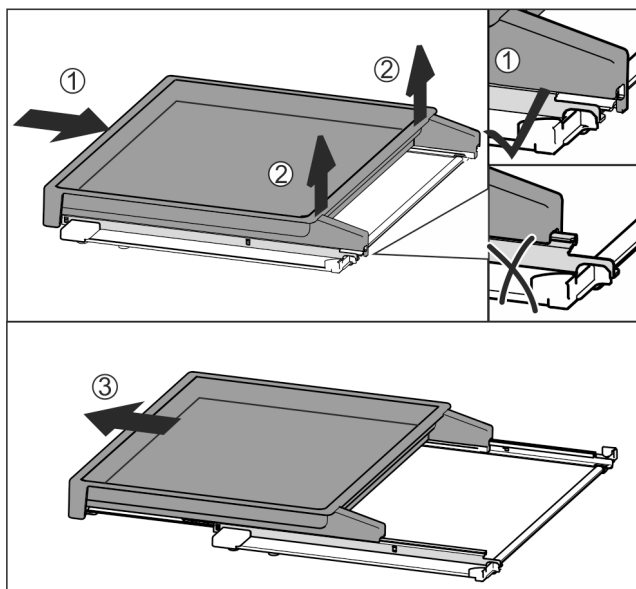

Fig. 40
- ▶ Insérer complètement la bordure télescopique Fig. 40 (1).
- ▶ La désenclencher à l'arrière Fig. 40 (2).
- ▶ Sortir la bordure télescopique par l'avant Fig. 40 (3).